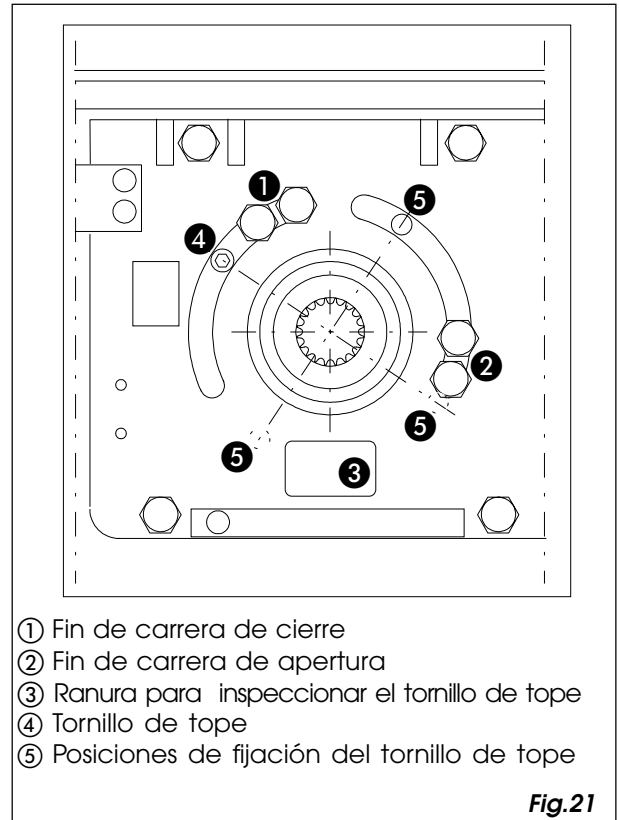

Fig. 21
- 2) Girar el brazo hasta llevar el tornillo de tope (fig. 21 ref. 4) en coincidencia con la ranura de inspección (fig. 21 ref. 3);
- 4) Para aumentar la precarga: girar el brazo en el sentido de apertura hasta llevar la sucesiva posición de fijación del tornillo de tope (fig. 21 ref. 5) en coincidencia con la ranura de inspección y fijar de nuevo el tornillo.
Para disminuir la precarga: girar el brazo en el sentido de cierre hasta llevar la sucesiva posición de fijación del tornillo de tope (fig. 21 ref. 5) en coincidencia con la ranura de inspección y fijar de nuevo el tornillo.